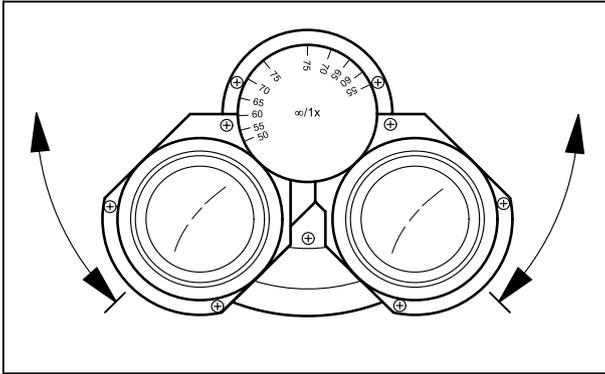

图5 设置目镜距离
- 对称转动双目镜管套让目镜距离(瞳距)与个人的眼距匹配(图5)。